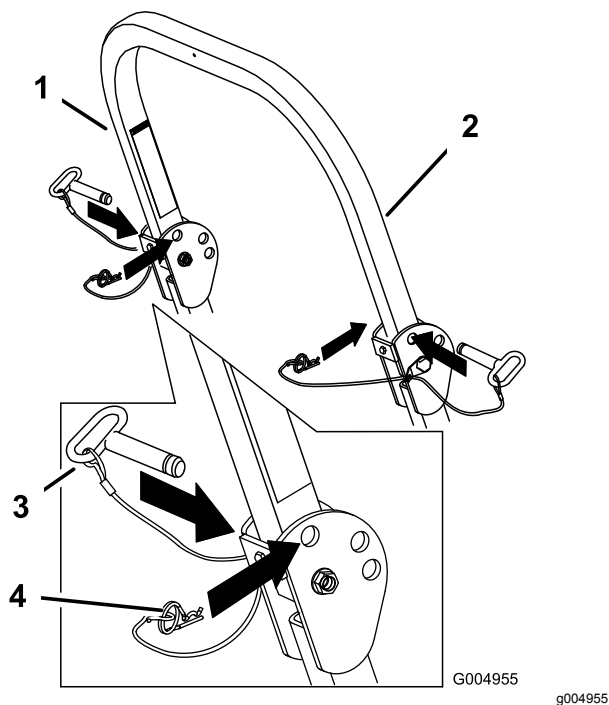

Figura 8
1. Togliete le spine delle coppiglie e le 2 spine (Figura 8).
3. Montate le 2 spine e fissatele con le coppiglie (Figura 8).
4. Per alzare il roll bar rimuovete le coppiglie e le 2 spine (Figura 8).
5. Alzate completamente il roll bar e montate le 2 spine, quindi fissatele con le coppiglie (Figura 8).